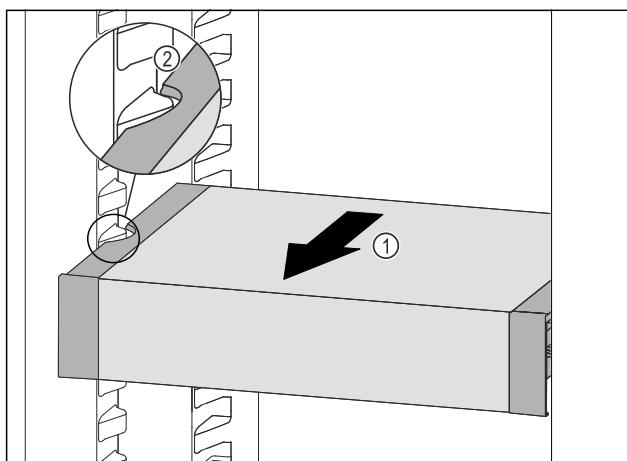

Fig. 107
- ▶ Ladicu VarioSafe vucite prema naprijed Fig. 107 (1) sve dok se bočni otvori ladice VarioSafe ne nađu na visini žlijeba spremnika u hladnjaku. Fig. 107 (2)